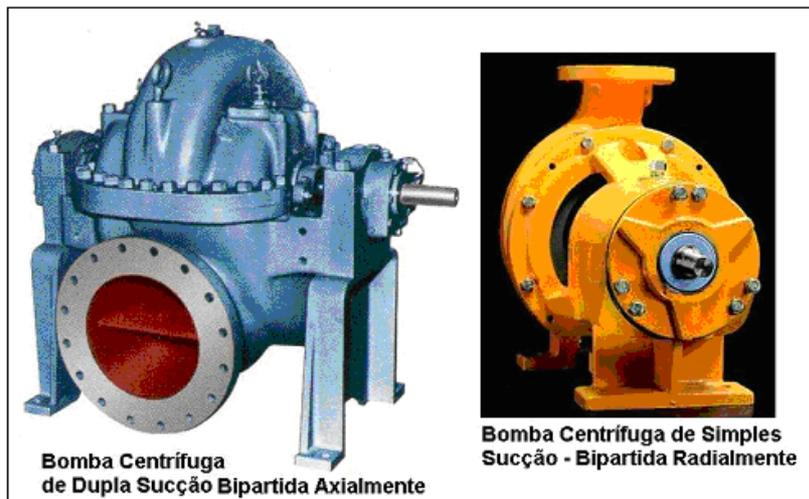

Figura 8 - Forma de Abertura das Carcaças
E) Quanto a forma de abertura das carcaças, para manutenção, figura 8: A carcaça da bomba geralmente é dividida em duas partes, aparafusadas uma a outra, para facilitar o serviço de manutenção do equipamento. Assim a bomba pode ser aberta, removido o conjunto eixo rotor, sem necessidade de remoção das tubulações de sucção e descarga da bomba.